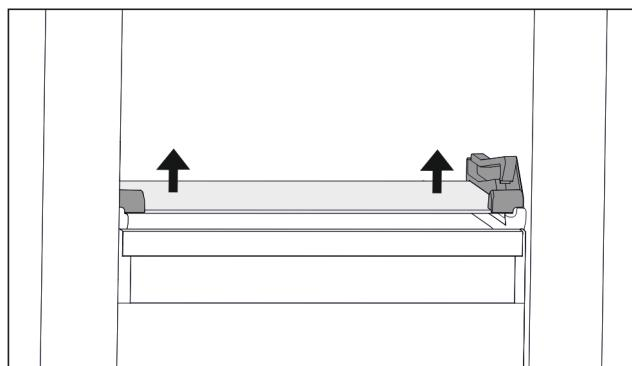

Fig. 66 Стеклянная пластина откидного выдвижного ящика
- Нажмите на стеклянную пластину снизу вверх с обеих сторон. (см. Fig. 66)